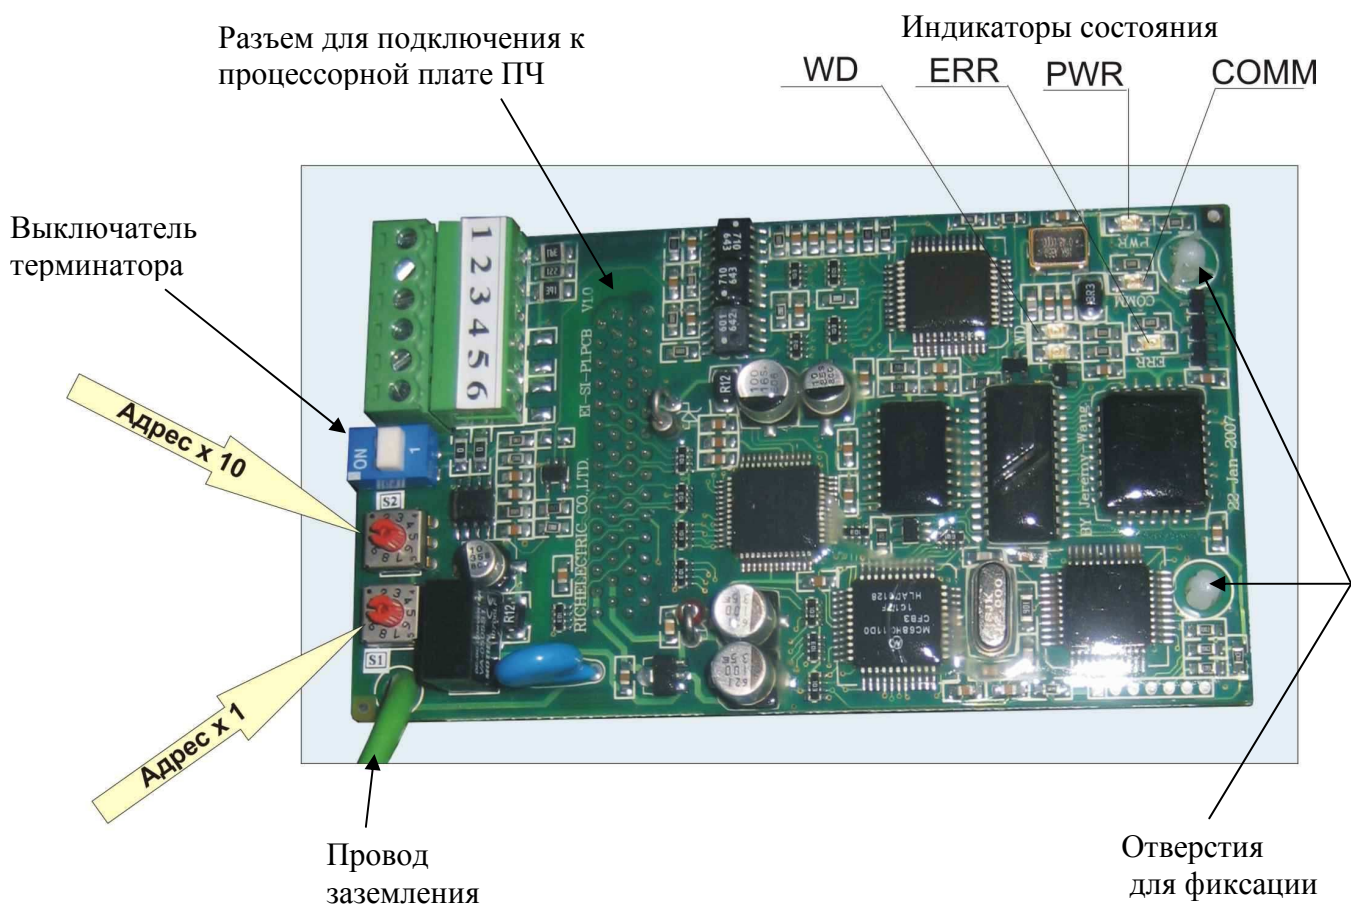

Рис.1. Модуль PROFIBUS-DP EI-SI-P1
4.1. Внешний вид модуля EI-SI-P1 приведен на рис.1.